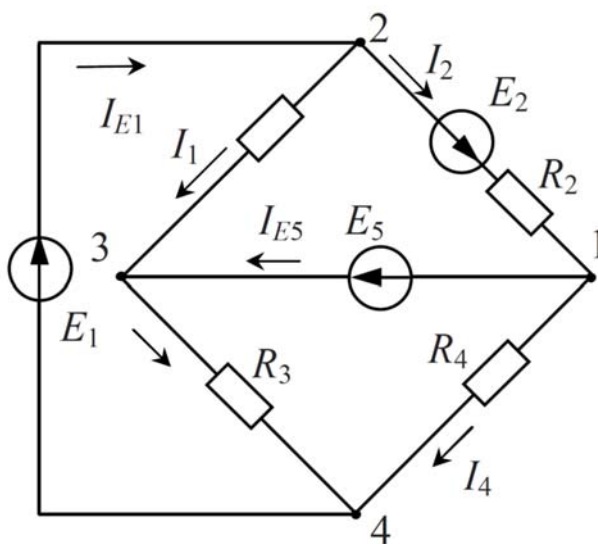

Рис. 12
2.2 В электрической цепи, схема которой представлена на рис. 12, найти токи методом узловых потенциалов, если $E_1 = 100 \text{ В}$, $E_2 = 10 \text{ В}$, $E_5 = 40 \text{ В}$, $R_1 = 20 \text{ Ом}$, $R_2 = 30 \text{ Ом}$, $R_3 = 20 \text{ Ом}$, $R_4 = 10 \text{ Ом}$.